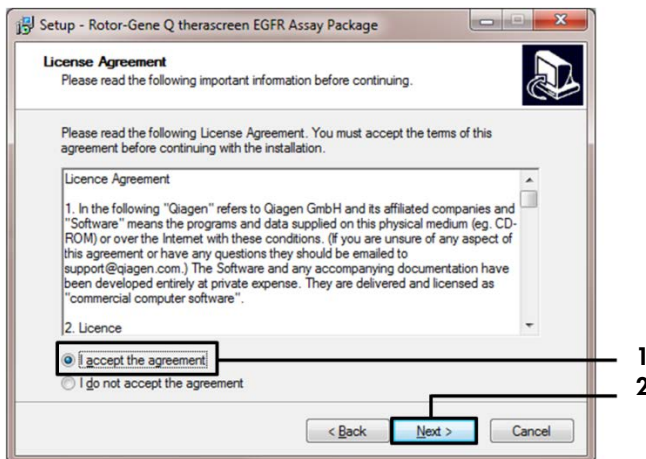

Figure 42. Boîte de dialogue « License Agreement » (Contrat de licence). 1 = « I accept the agreement » (J'accepte le contrat) ; 2 = « Next » (Suivant).
5. Lire le License Agreement (Contrat de licence) dans la boîte de dialogue et cocher la case I accept the agreement (J'accepte le contrat). Cliquer sur Next (Suivant) pour continuer (figure 42).